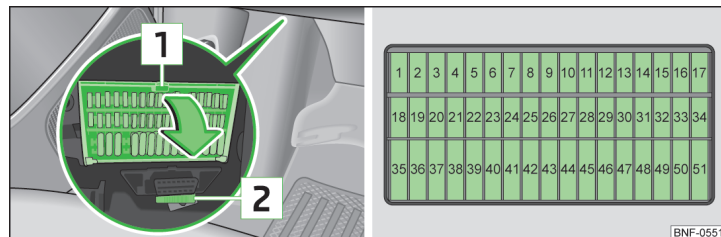

Fig. 124 Caja de fusibles/ Fusibles
Los fusibles se encuentran debajo del volante en la parte inferior del cuadro de interruptores » fig. 124.
- Presione la orejeta **1** » fig. 124.